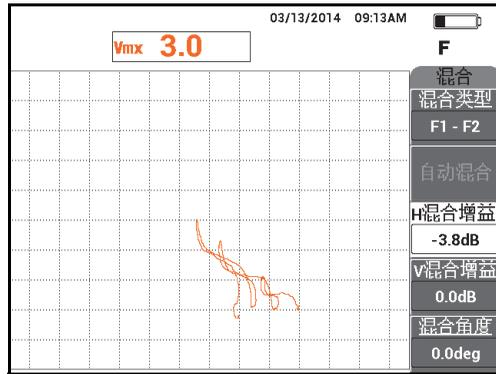

图 5-110 调节水平混合增益的值
20. 按两下主菜单滤波器菜单键 (  )，然后降低**H 混合增益** (水平混合增益，功能键 C)，直到信号基线正好处于两个水平分区之间 (参见第 192 页的图 5-110)。